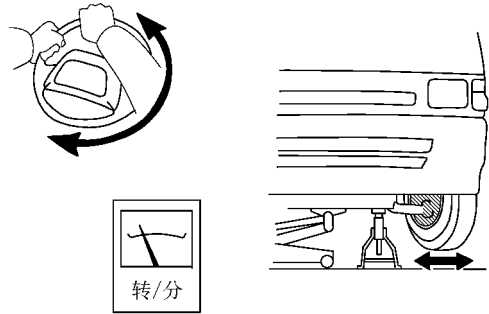

图 16-44 将转向盘从一个锁定侧转到另一个锁定侧
- (3) 在排出液压油的同时，将转向盘从一个锁定侧转到另一个锁定侧，如图 16-44 所示。